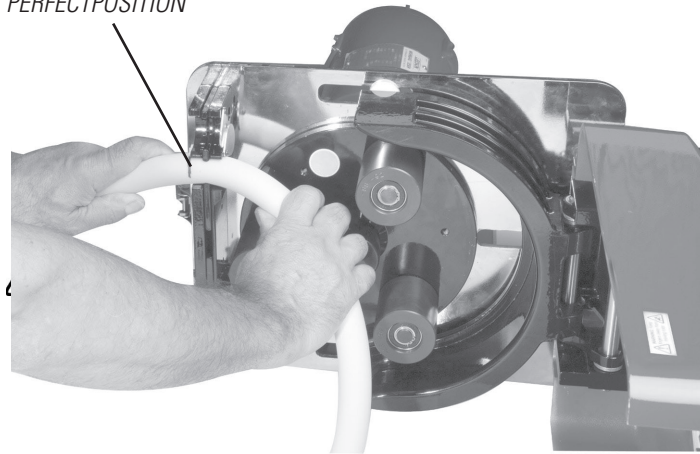

Figure 2-8. Logements de retenue de tuyau
3. Insérez le tuyau dans le logement supérieur approprié de retenue de tuyau (voir Figure 2-10). Alignez les marques de positionnement "PERFECTPOSITION" imprimées sur le tuyau avec les bords extérieurs de l'ensemble de retenue (voir la Figure 2-8).